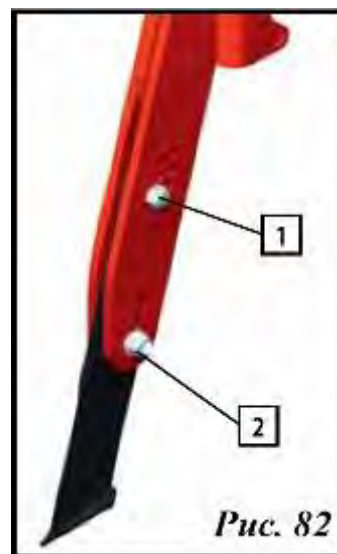

Рис. 82
- 1 - Снять гайку и установочный болт (1, рис. 82).
- 2 - Ослабить гайку и крепежный болт (2, рис. 82).
- 3 - Поместить анкерный сошник на требуемый уровень, при этом отверстия сошника (А или В, рис. 82) должны совпасть с отверстиями кронштейна.
Крепежный болт (1, рис. 82) устанавливать в отверстие сошника с тем же буквенным обозначением, что и отверстие кронштейна. Положение отверстий и болтов «А» и «В» НЕ ВЗАИМОЗАМЕНЯЕМЫ. Соотношение между глубиной хода анкерного сошника и положением установочного болта (1, рис. 82) приведены в следующей таблице и на рисунке 83.